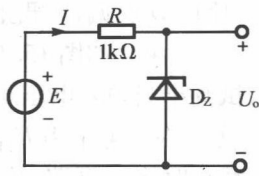

图 15.12
15.2.6 如图 15.12 所示电路中,已知稳压管 2CW17 的参数为: $U_Z = 10\text{V}$,稳定电流为 5mA ,额定功耗 $P_Z = 250\text{mW}$ 。试求电压源 E 分别为 8V 、 18V 、 -6V 时的 U_o 和电流 I 的大小各为多少?为使电路正常稳压, E 的最大允许值为多大?